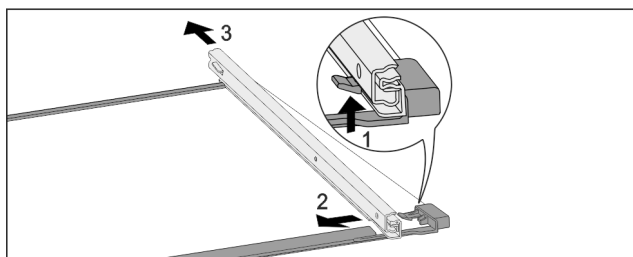

Fig. 235 Placa de sticlă cu șine
- ▶ Apăsați în sus cârligul de blocare frontal. Fig. 235 (1)
- ▶ Îndepărtați șinele de extragere prin împingere în lateral Fig. 235 (2) și spre spate Fig. 235 (3).